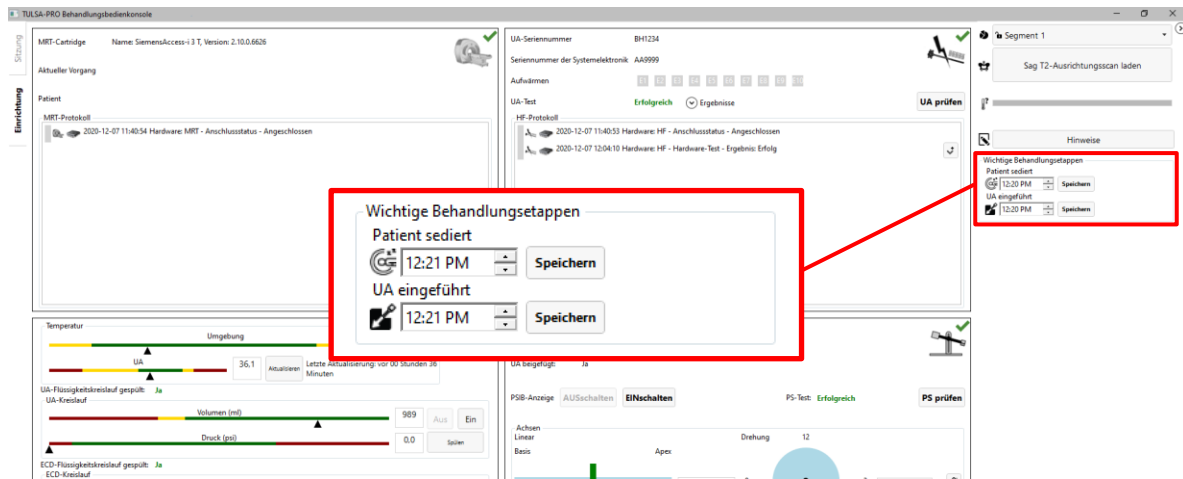

Abbildung 38: Eingeben von wichtigen Behandlungsetappen im TDC-Arbeitsbereich „Einrichtung“
1. Geben Sie im TDC Arbeitsbereich *Einrichtung* unter **Wichtige Behandlungsetappen** (Abbildung 38) den Zeitpunkt der Sedierung und des Einführens des UA ein.